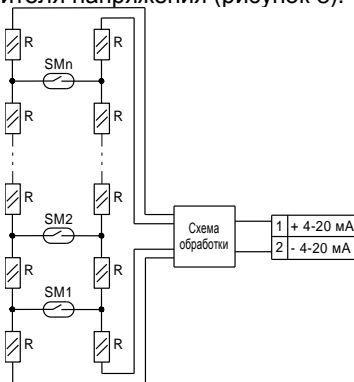

Рисунок 8
2.4.1 Измерение уровня жидкости осуществляется при помощи поплавка со встроенным магнитом, который магнитным полем воздействует на чувствительные элементы – герконы. Непрерывность измерения с шагом 5 мм достигается установкой герконов в ряд с определенным интервалом и соединением их через резисторы R по схеме резистивного делителя напряжения (рисунок 8).